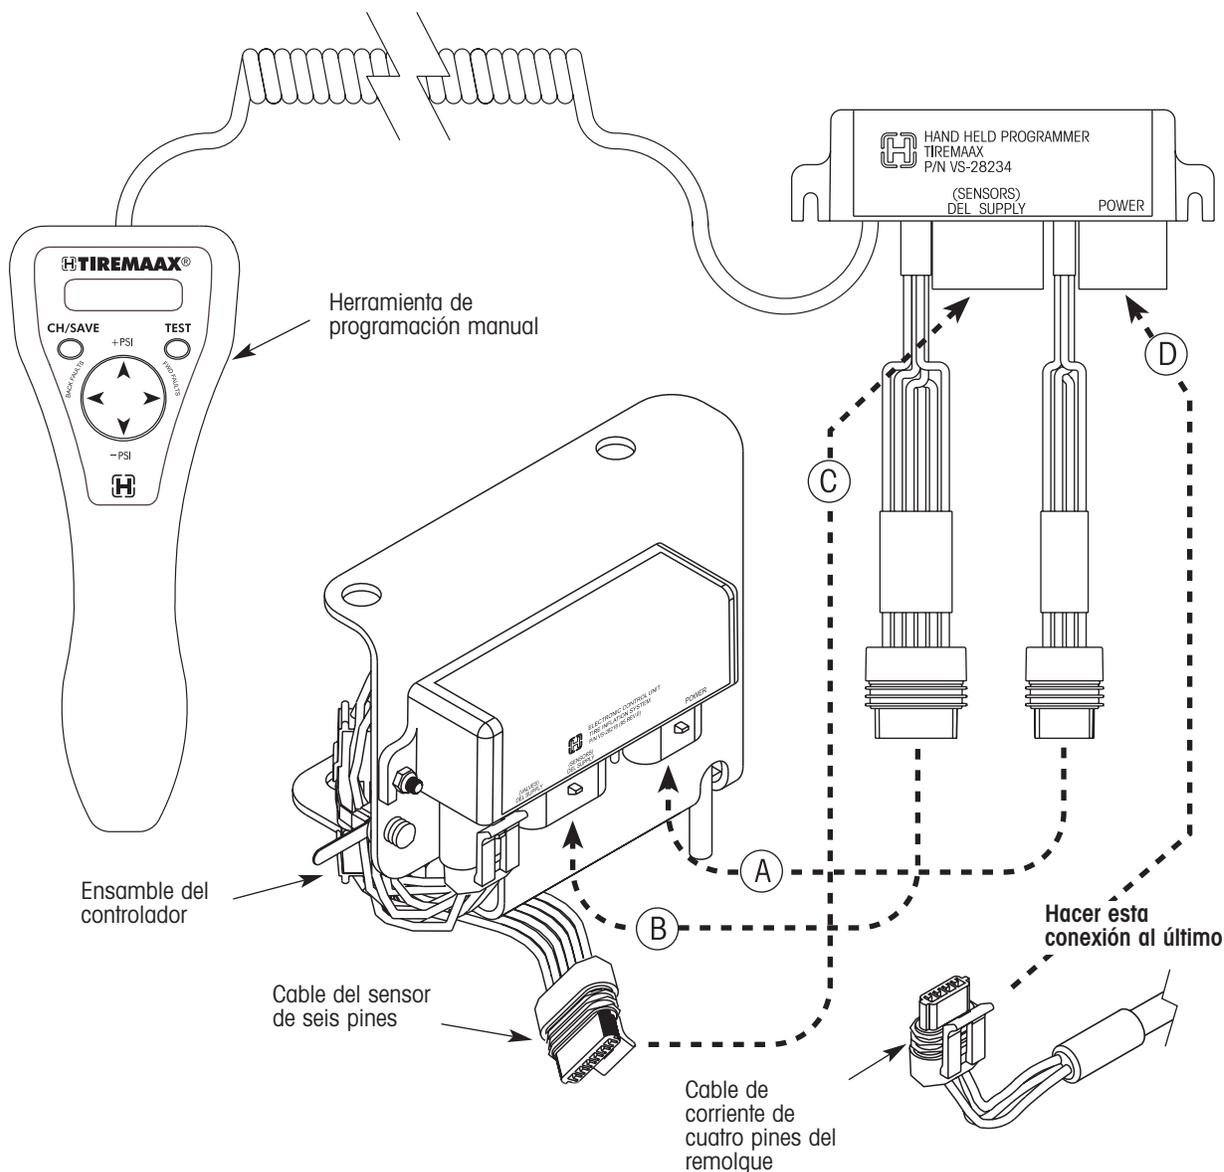

Figura 31. Conectando la herramienta de programación manual al ensamblaje del controlador ECU
5. Conecte el conector de cuatro pines de la herramienta de programación manual en el socket abierto de cuatro pines del ensamblaje del controlador ECU (conexión A, figura 31, el socket de cuatro pines al lado del foco LED).
6. Conecte el conector de seis pines de la herramienta de programación manual en el socket abierto de seis pines del ensamblaje del controlador ECU (conexión B, figura 31).
7. Conecte el cable de sensor de seis pines del ensamblaje del controlador en el socket de seis pines de la herramienta de programación manual (conexión C, figura 31).
8. Conecte el cable de corriente de cuatro pines del remolque en el socket de cuatro pines de la herramienta de programación manual (conexión D, figura 31).